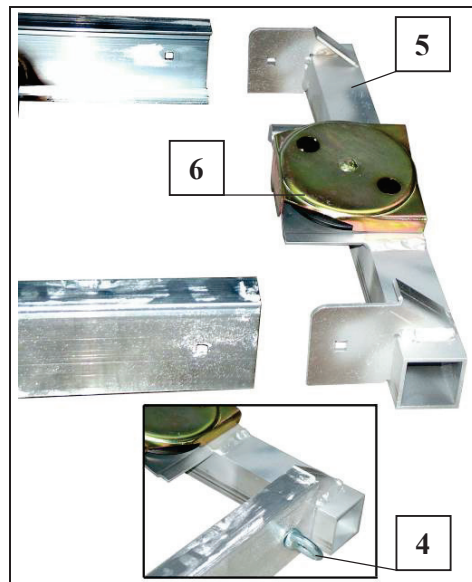

Рис. 20 Монтаж головной части
- Установить и свинтить на конце детали лестницы головную часть (5). - Канатный отклоняющий ролик указывает вверх (см. Рис. 20).